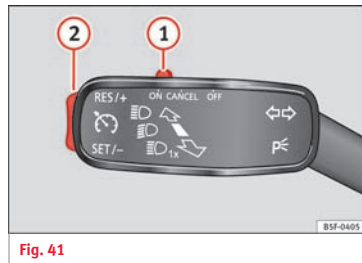

Fig. 41
- Aktivering af fartpilot: Skub kontakten » **Fig. 41** **①** til positionen **ON**. Systemet er aktiveret. Da der endnu ikke er gemt nogen hastighed, regulerer systemet ikke endnu.
- Brug af fartpilot: Tryk på knappen » **Fig. 41** **②** i området **SET/-**. Den aktuelle hastighed gemmes, og systemet regulerer.
- Midlertidig deaktivering af fartpilots regulering: Tryk kontakten » **Fig. 41** **①** til positionen **CANCEL**, eller trød på bremsepedalen. Reguleringen deaktiveres midlertidigt.
- Genoptagelse af fartpilots regulering: Tryk knappen » **Fig. 41** **②** i position **RES/+**. Den gemte hastighed gemmes og indstilles på ny.
- Forøgelse af gemt hastighed, mens fartpiloten regulerer: Tryk på knappen **②** i området **RES/+**. Bilen accelererer, indtil den nye, gemte hastighed er nået.
- Reducering af gemt hastighed, mens fartpiloten regulerer: Tryk på knappen **②** i området **SET/-** for at reducere hastigheden i trin a 1 km/h (1 mph). Hastigheden bliver reduceret, indtil den nye gemte hastighed nås.
- Deaktivering af fartpilot: Skub kontakten » **Fig. 41** **①** til positionen **OFF**. Systemet bliver deaktiveret, og den gemte hastighed bliver slettet.